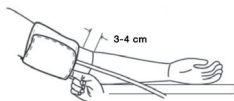

Abb. 6
- Setzen Sie die Manschette auf Ihren bloßen Oberarm, etwa 2 cm überhalb des Ellenbogengelenks. (s. Abb. 6)
- Die Manschette darf weder zu locker noch zu fest angelegt sein, so dass zwischen Manschette und Oberarm etwa ein fingerbreit Platz ist (s. Abb. 6)